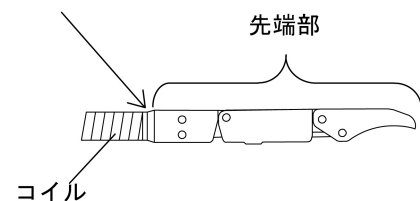

図 1. 誘導子の先端
- (1)誘導子の挿入部をディスプレイガイドシースキットの付属品である ET ストップパにゆっくり挿入し、ET ストップパを誘導子の挿入部手元側付近に位置させる。
- (2)誘導子の先端部をまっすぐにした状態で、誘導子の挿入部をガイドシースの処置具ポートからゆっくり挿入する。
- (3)誘導子の挿入部をガイドシースへゆっくり挿入し、誘導子の先端部とコイルの境界(図 1)がガイドシースの先端面に一致するように調整する。その状態で誘導子の挿入部手元側にある ET ストップパをゆっくり移動させ、ガイドシースの処置具ポートに突き当たるよう位置させる。